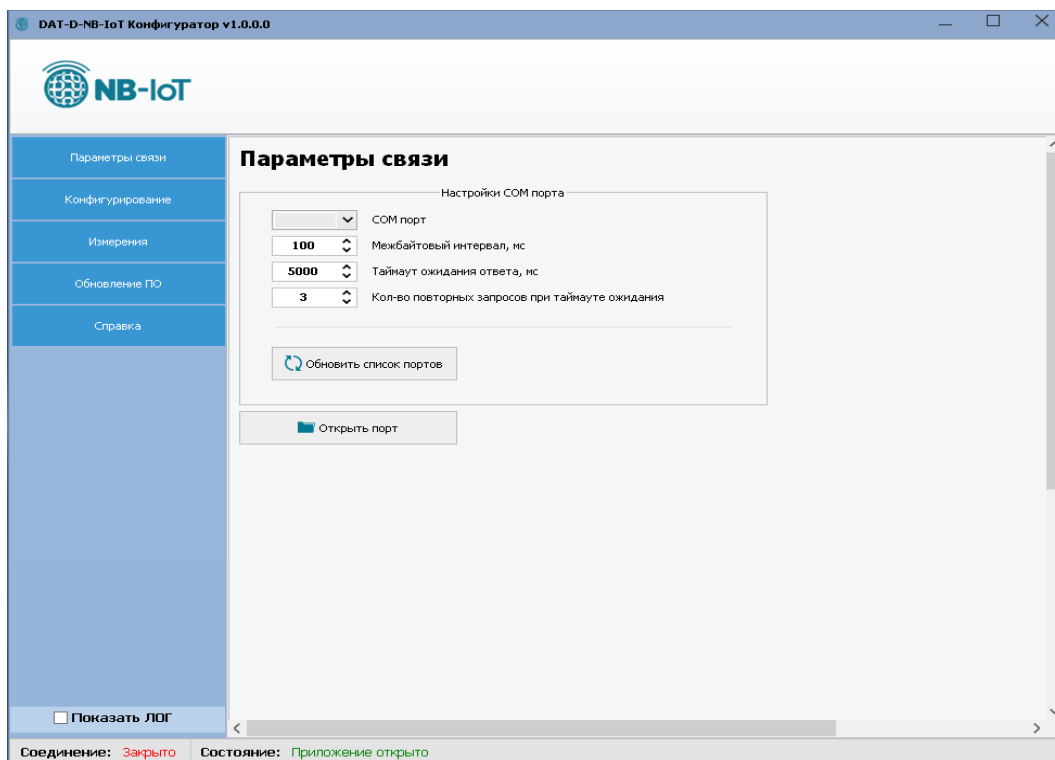

Рисунок 3 – Вкладка «Параметры связи»
На вкладке параметры связи (Рисунок 3), установить параметры:
- Выбрать на вкладке «Параметры связи» (Рисунок 3) соответствующий COM — порт